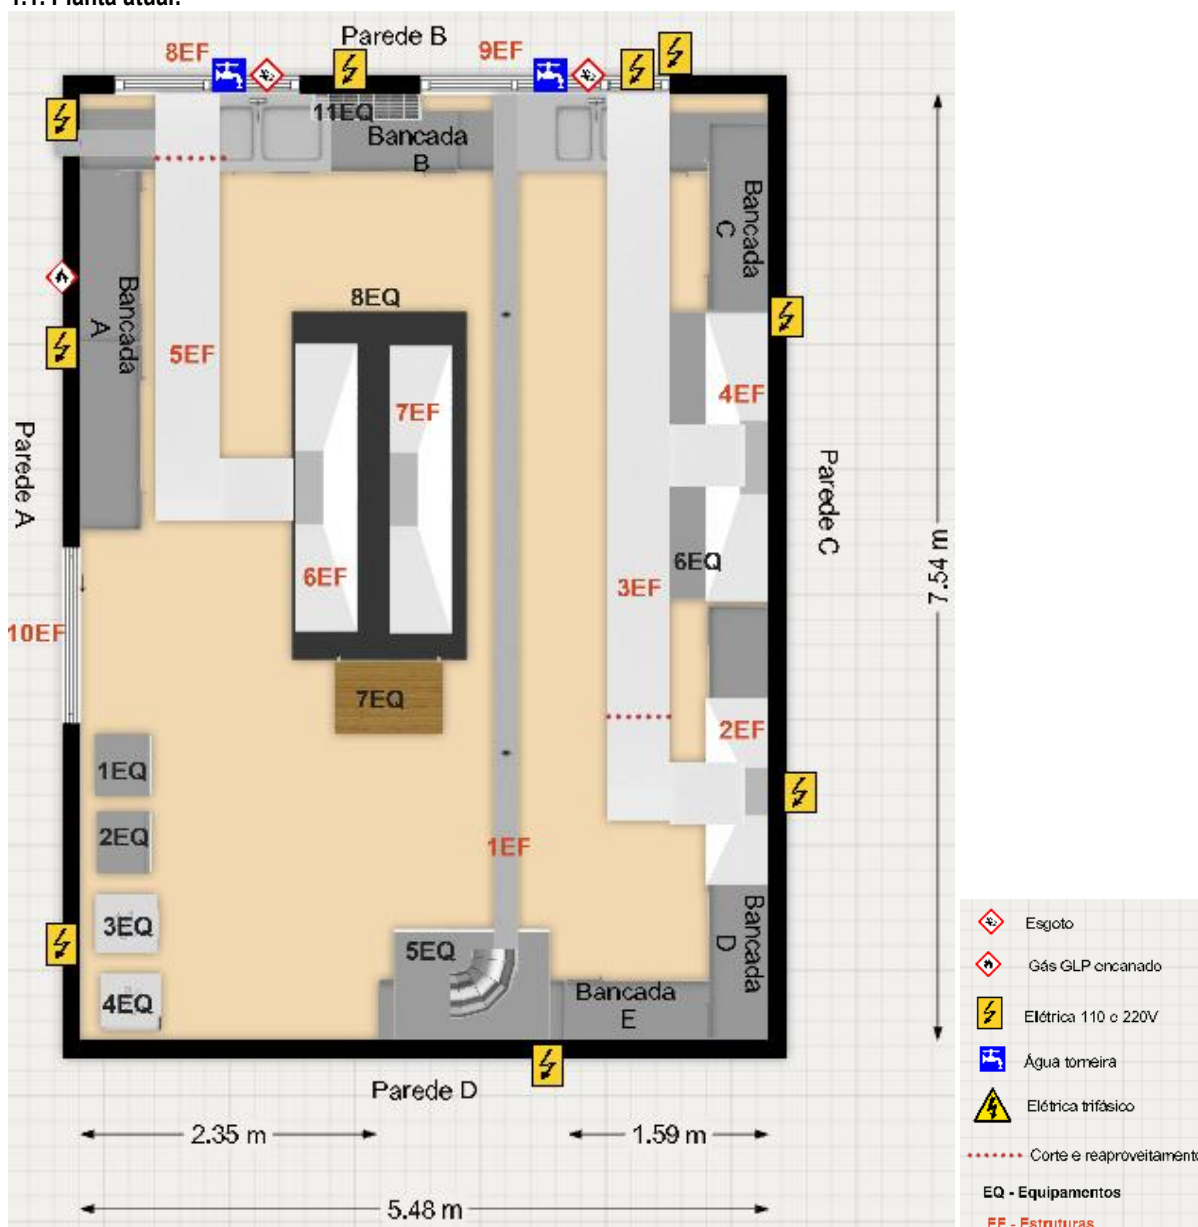

Figura 1. Croqui da planta atual
1.1.1. Listagem de equipamentos existentes e sua localização (figura 1 e 3):
1.1.2. Listagem de estruturas físicas existentes e sua localização (figura 1 e 3):